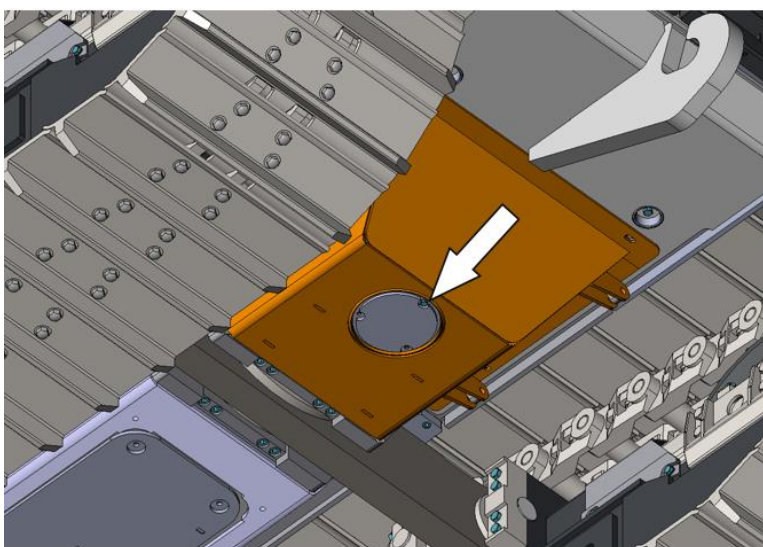

Рисунок 5.19. Съемная крышка передней брони
- ▶ Демонтируйте крышку передней брони рис. 5.19;
- ▶ Смонтировать (установить) переднюю крышку брони рис. 5.19.